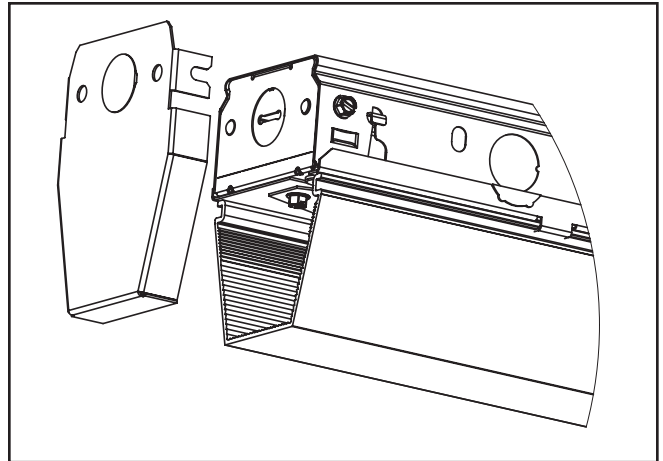

Figura 4.
7. Instale las tapas traseras deslizándolas en el lugar ajustando los tornillos. (Figura 4.)